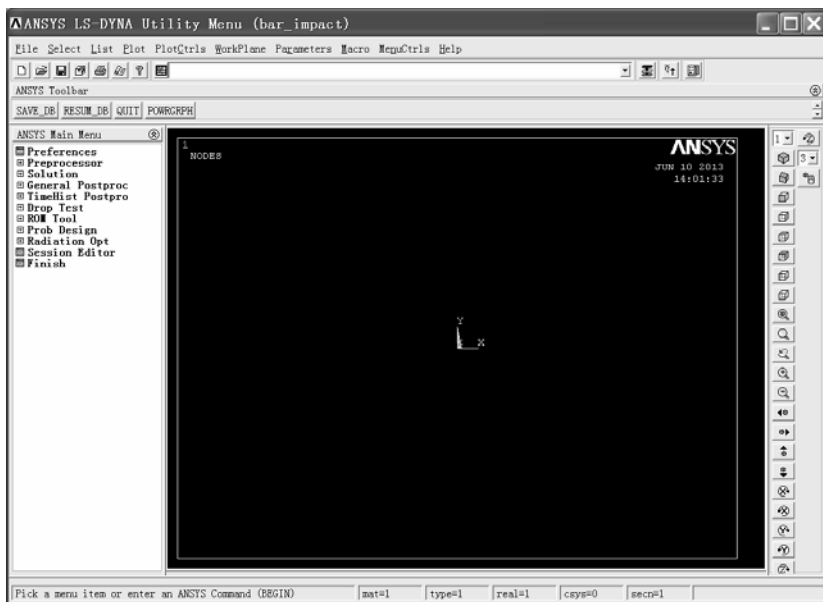

图 1-7 ANSYS LS-DYNA 操作界面
(7) 单击“ANSYS Mechanical APDL Launcher Query”窗口中的“Yes”按钮，弹出 ANSYS LS-NYNA 操作界面（见图 1-7）。